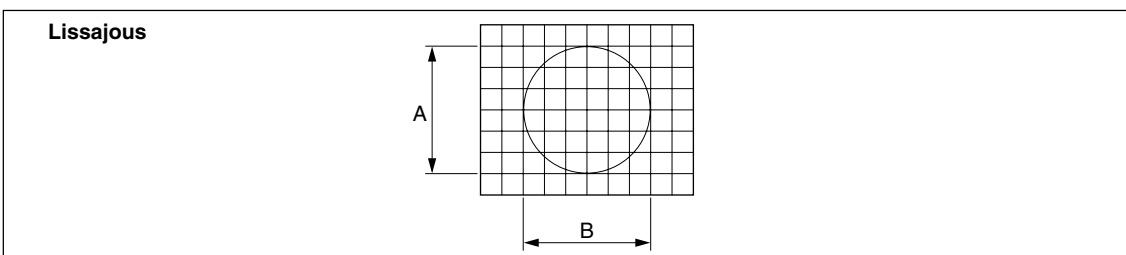

Abb. 3-20
- 5 Verschieben Sie den Maßstab und vergewissern Sie sich, daß die Amplituden A und B der Lissajousfigur (siehe Abb. 3-20) einen Wert von 1,6 Vs-s oder größer über die gesamte Maßstabslänge haben.